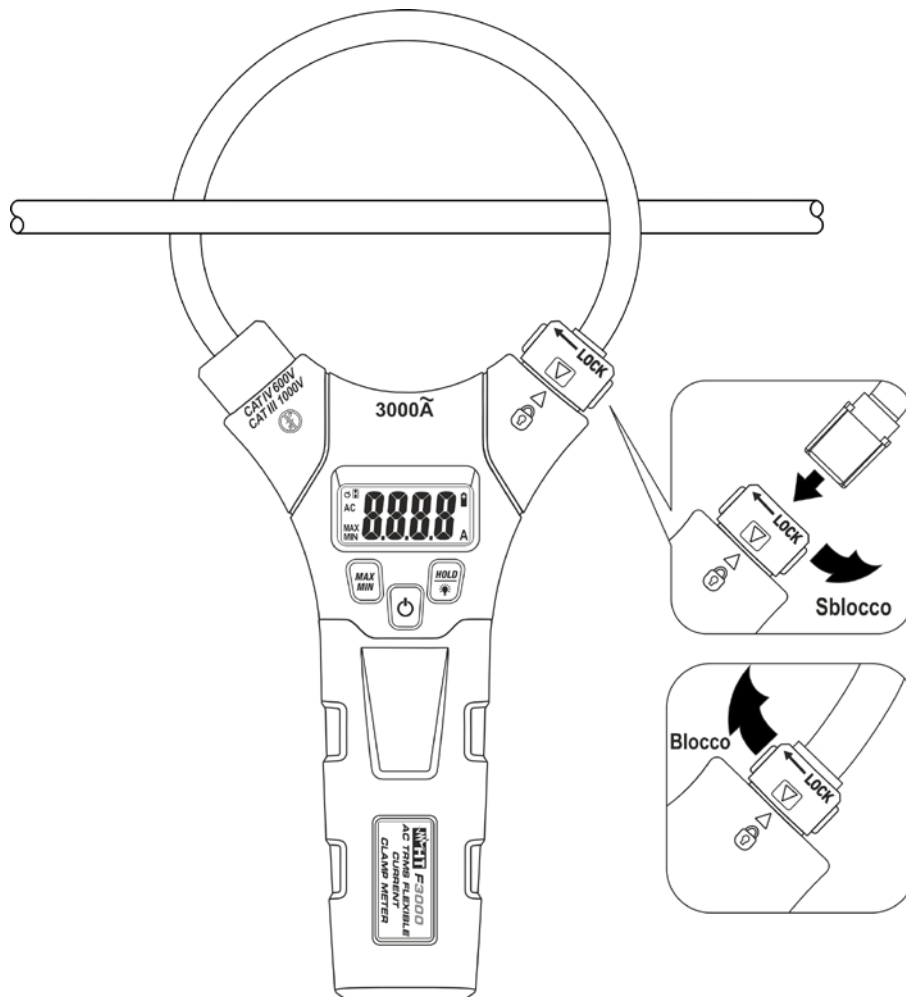

Fig. 2: Abertura/fecho do toróide flexível
- Para obter as características de precisão declaradas colocar sempre o condutor o mais próximo possível do centro do toróide (ver Fig. 2)
1. Rodar um quarto de volta, no sentido anti-horário, o conector de fixação para desbloquear o toróide (ver Fig. 2)
3. Colocar novamente o toróide na sede e rodar um quarto de volta, no sentido horário, o conector de fixação até alinhar as duas setas existentes no plástico para bloquear o toróide (ver Fig. 2)
- Para obter as características de precisão declaradas para o instrumento colocar sempre o condutor o mais próximo possível do centro do toróide (ver Fig. 2)